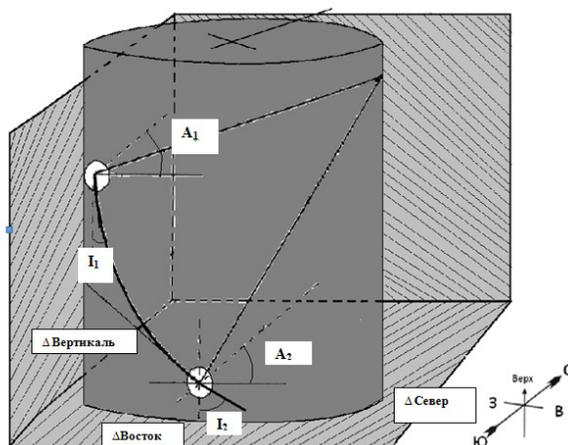

Рис. 8. Реализация метода радиусов кривизны
- Метод радиусов кривизны представлен на рис. 8.